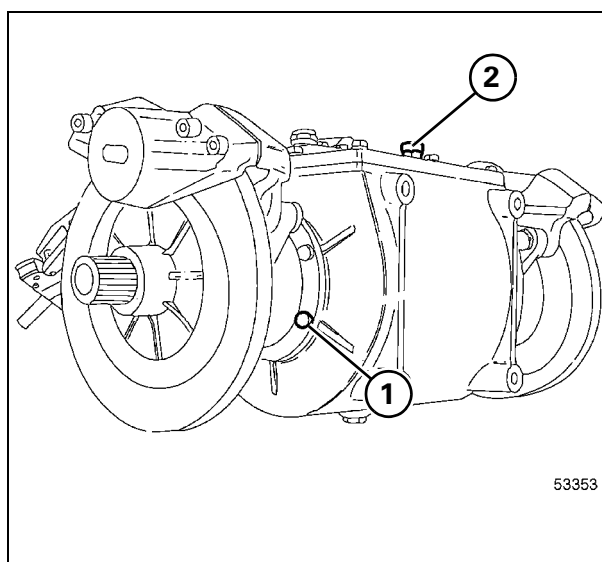

Рис. 36
**28.)- Коробка передач** Рис. 36